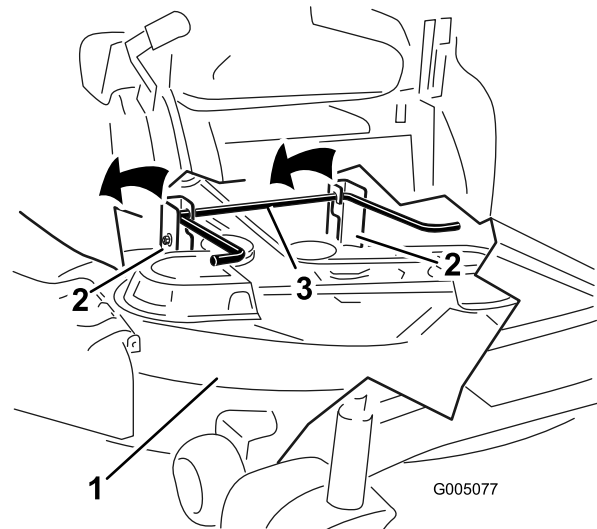

Figura 46
- Eleve la plataforma del cortacésped y desenganche la varilla de elevación trasera de los soportes, y baje el cortacésped con cuidado al suelo (Figura 46).
5. Eleve la parte trasera de la plataforma del cortacésped y coloque los soportes sobre la varilla de elevación trasera (Figura 46).